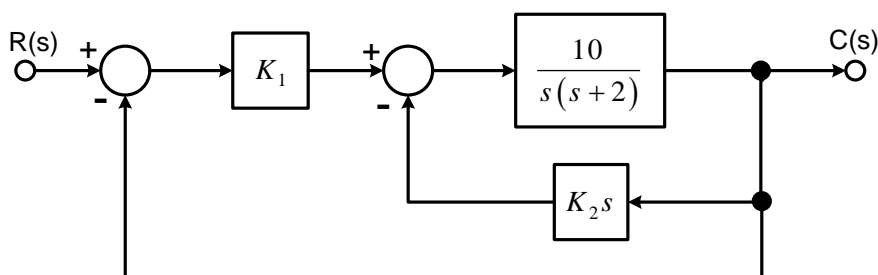

Figura 7
10. Seja o sistema de controle com retroação da Figura 7.